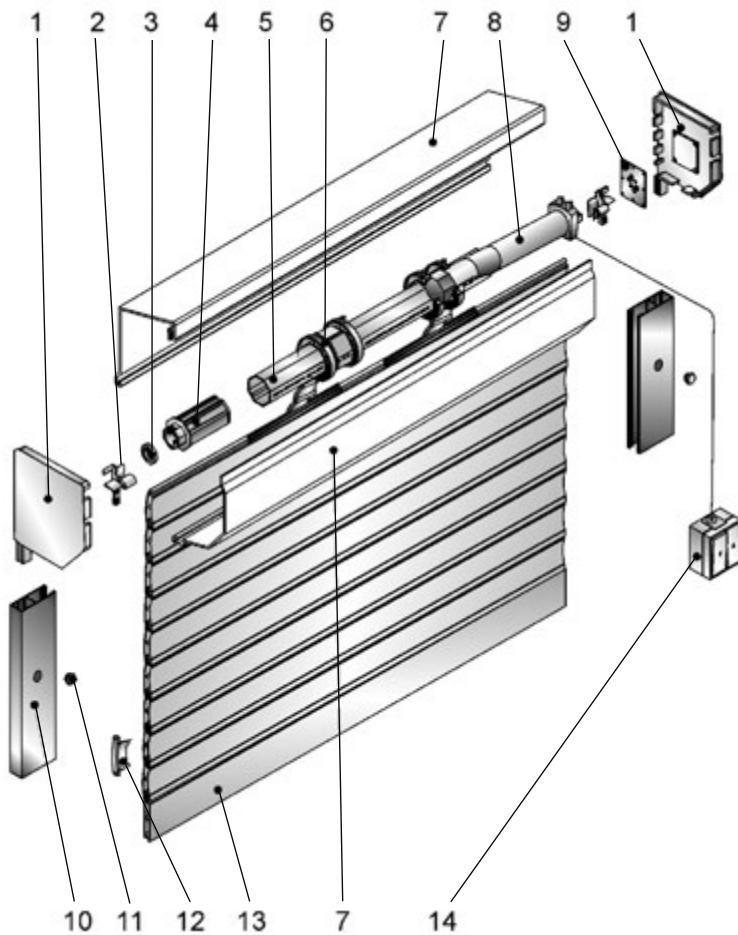

Рис.1 Комплектация роллера с электроприводом:
1.3.3 Устройство и порядок работы роллеты, оснащенной электроприводом (см. рис. 1):